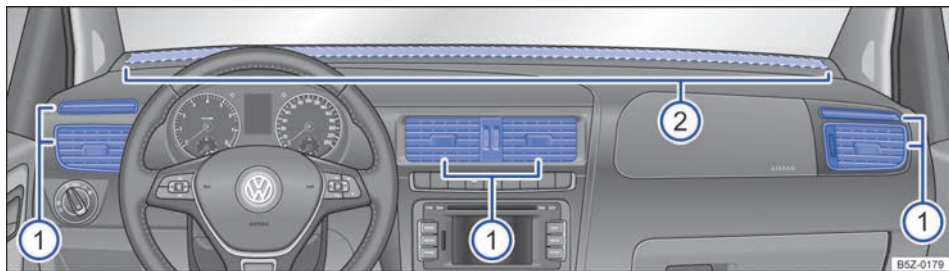

Fig. 80 No painel de instrumentos: difusores de ar.
Para que uma potência de aquecimento, uma refrigeração e uma entrada de ar suficientes sejam atingidas no interior do veículo, nunca fechar os difusores de ar completamente → Fig. 80 ①.
- Para abrir os difusores de ar ①, pressionar na parte superior do difusor de ar.
Há outros difusores de ar, não reguláveis encontram-se no meio do painel de instrumentos → Fig. 80 ②, nas áreas para os pés e na parte traseira do interior do veículo.